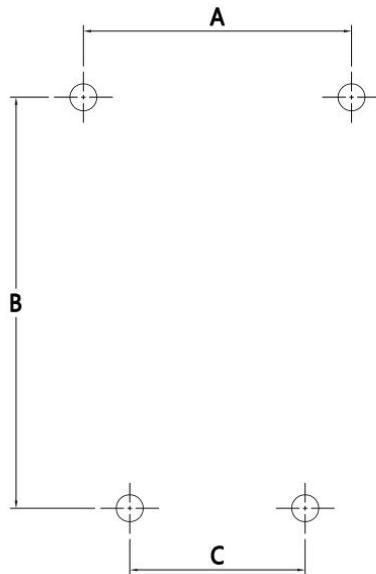

图 3-12 I-K 尺寸机型安装固定孔示意图
- ◆为保证变频器的正常运行，需要对变频器进行可靠的固定，请按照表 3-5 和图 3-12 预先打好安装固定孔，并按照表 3-5 使用指定紧固件。